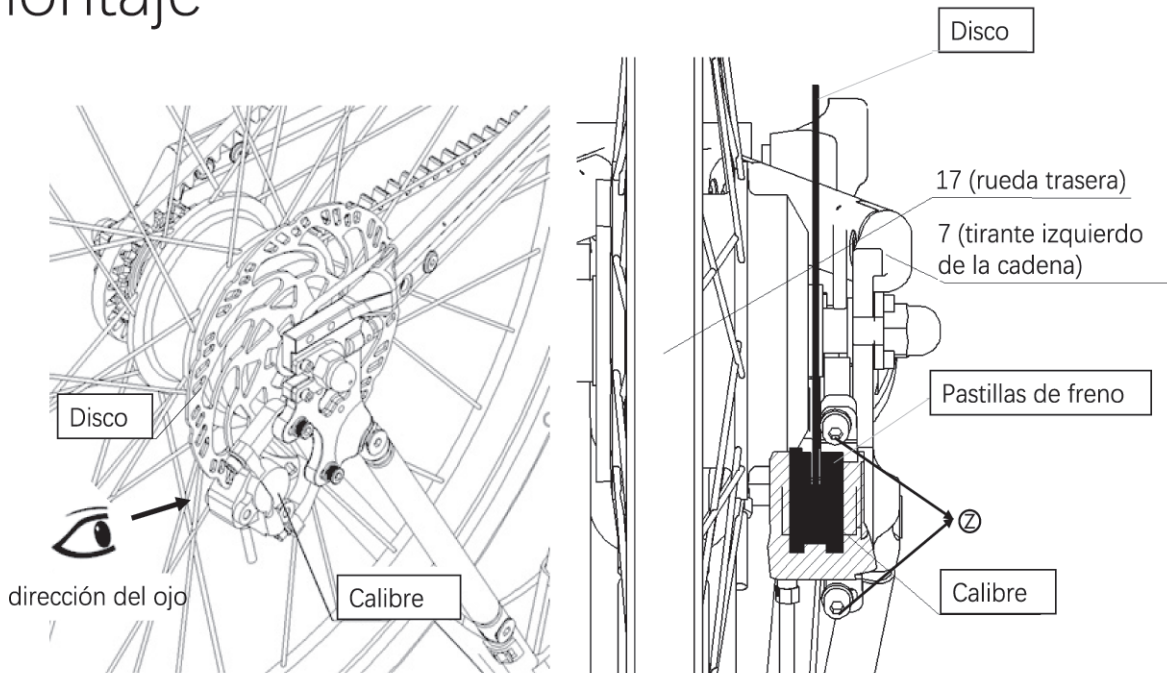

Figura 41.
e. Después de fijar la pinza, observe si el disco está en el centro de las pastillas de freno. Si no es así, afloje ligeramente el tornillo y ajuste la posición de la pinza hasta que el disco esté en el centro, y luego apriete los tornillos  $\text{Z}$ , como se muestra en la Figura 41.